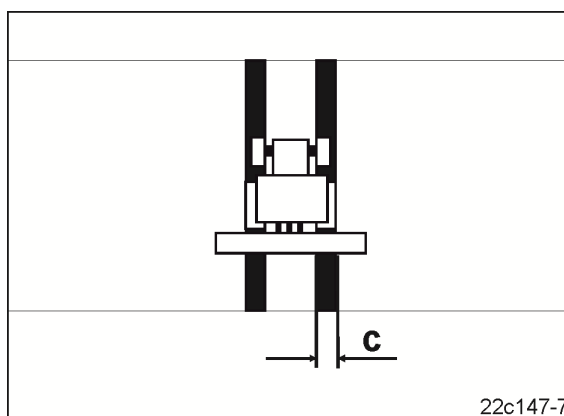

Fig. 99
- Sporbredde (Fig. 99/c) til pleietraktoren
- Avstanden fra planteraden til sporet (Fig. 99/c).